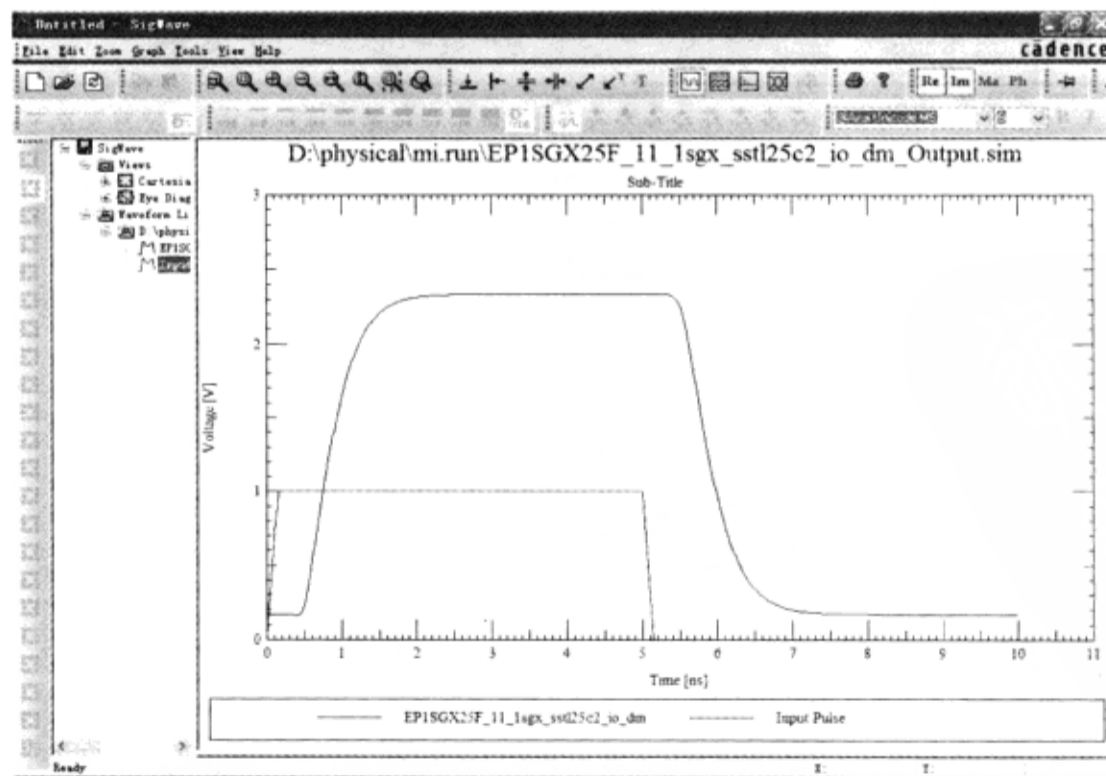

图 2-4-15 仿真波形
(3) 单击“Simulate”按钮，运行仿真，并在“SigWave”窗口产生波形，如图 2-4-15 所示，波形被写入当前目录，波形名为“waveform.sim”。当仿真其他 IOCell 时，波形文件会被重写。
(4) 关闭“Sigwave”窗口→单击“Close”按钮，关闭波形窗口。